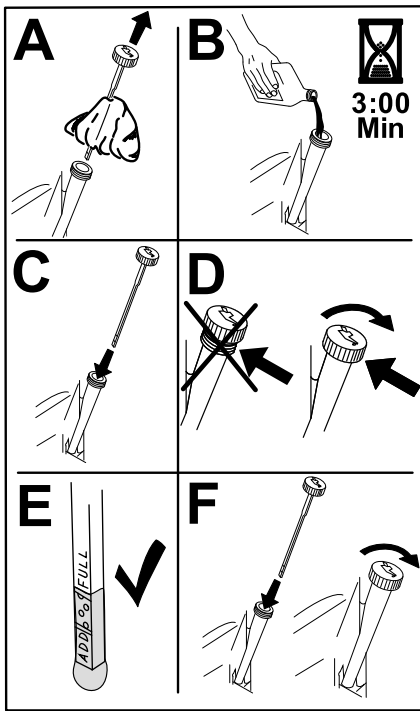

Figura 39
- Vierta lentamente un 80% aproximadamente del aceite especificado por el tubo de llenado, luego añada lentamente el resto del aceite hasta que llegue a la marca de **Lleno** (Figura 39).